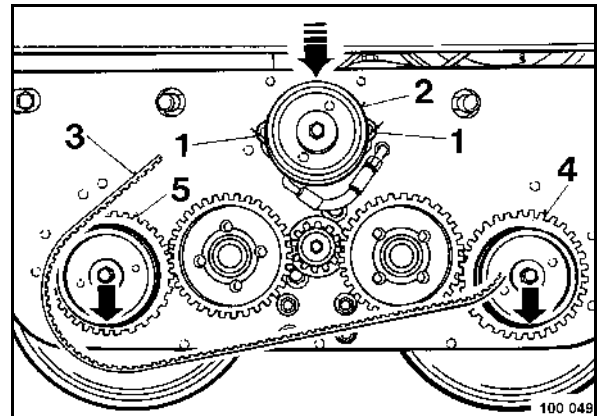

fig. 73
- Desserrer les deux vis de fixation 1 (fig. 73), pousser l'embrayage (2) vers le bas et retirer la courroie crantée (3).